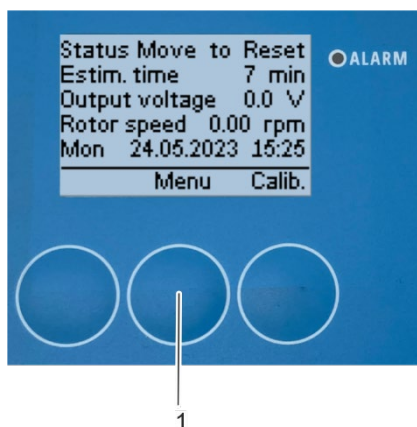
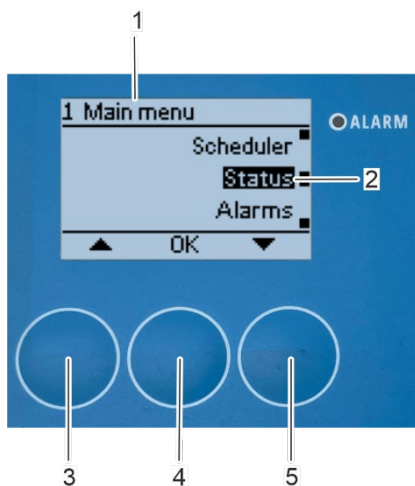

Figura 170: Abrir el menú principal
Figura 171: Abrir el submenú «Estado»
1. Pulse [Menú] (Figura 170/1) para abrir el menú «1 Menú principal» (Figura 171).
⇒ En la pantalla aparecerá el menú «1 Menú principal» (Figura 171/1).
2. Seleccione el submenú «Estado» (Figura 171/2) mediante los botones de flecha [arriba] (Figura 171/3) y [abajo] (Figura 171/5).
3. Confirme la selección pulsando [Aceptar] (Figura 171/4).